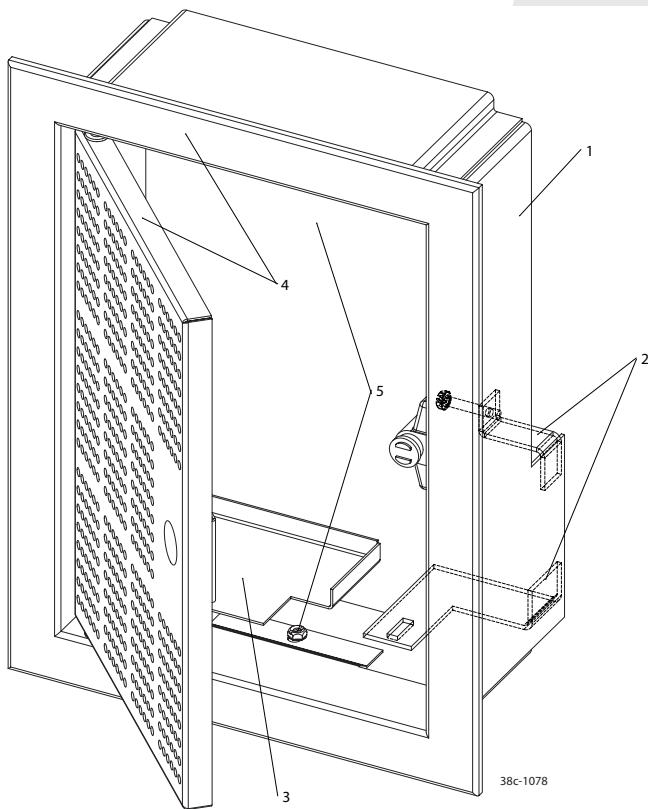

fig. 2c
**Bedieningsluikje (fig. 2C)**